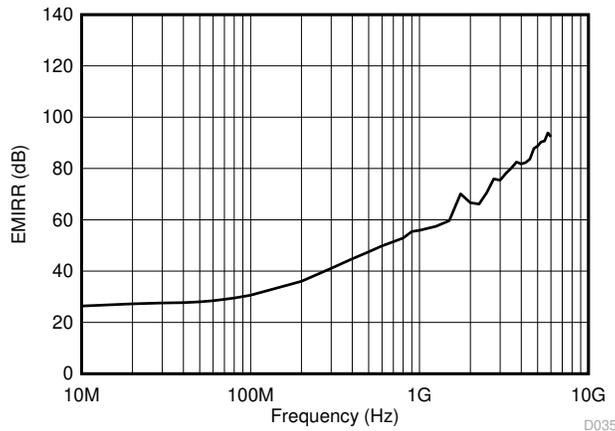

图 8-1. EMIRR 测试
TLV900x 采用集成电磁干扰 (EMI) 滤波来减少无线通信设备、混合使用模拟信号链和数字元件的高密度电路板等干扰源产生的 EMI 效应。通过电路设计技术可改进 EMI 抗扰度；TLV900x 受益于这些设计改进措施。德州仪器 (TI) 已经开发出在 10MHz 至 6GHz 宽频谱范围内准确测量和量化运算放大器抗扰度的功能。图 8-1 展示了对 TLV900x 执行此测试的结果。表 8-1 展示了 TLV900x 在实际应用中常见特定频率下的 EMIRR IN+ 值。运算放大器的 EMI 抑制比应用报告包含了与运算放大器相关的 EMIRR 性能主题，该报告可在 www.ti.com 上下载。